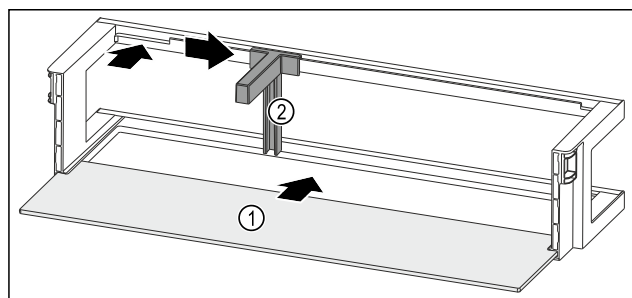

Fig. 94 Dørhylde med hylde
- Skub hylden Fig. 94 (1) ind i udsparringerne i siden.
- Indsæt flaskeholderen Fig. 94 (2) i udsparringen.
- Skub flaskeholderen Fig. 94 (2) til siden til den ønskede position.